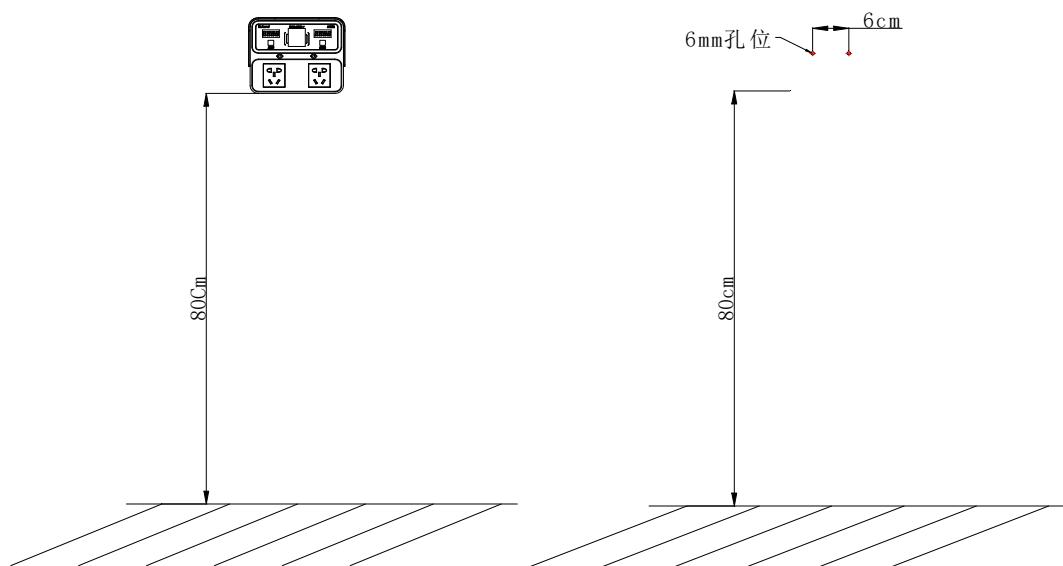

图 17
(2) 设备安装位置距离地面约为 80CM 高，用记号笔把设备的 2 个固定孔画好，固定孔间距为 6cm，如图 17 所示。